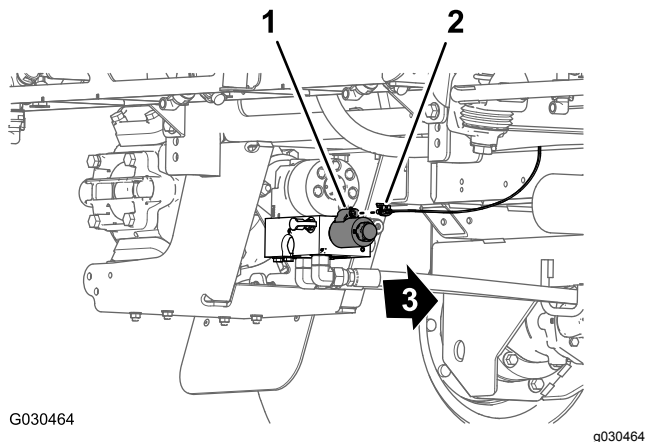

図 95
1. 機体後部、スプレーヤポンプの車体中心線側で、86.6cm の枝線にある **Spray Pump Solenoid** というラベルのついた2ソケットコネクタを、ポンプのリレーの2ピンコネクタに接続する 図 95。